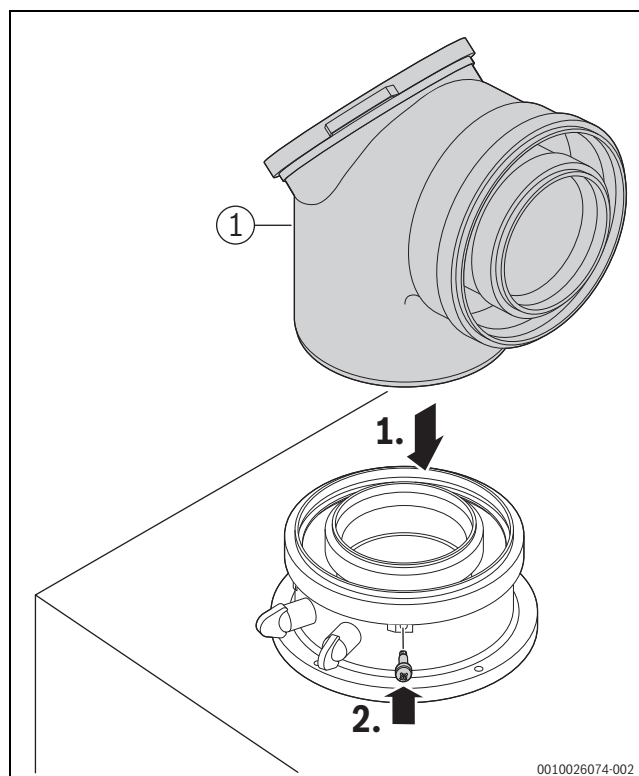

Fig. 80 Insérer les accessoires de fumisterie et fixer avec une vis.
- Raccorder les accessoires de fumisterie (→ fig. 80, [1]). Respecter pour cela la notice d'installation des accessoires de fumisterie.